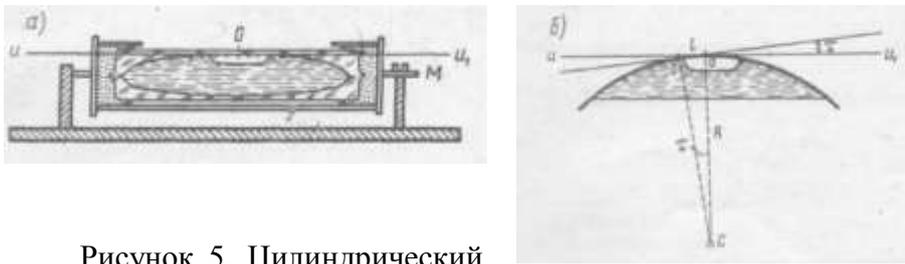

Рисунок 5. Цилиндрический уровень:
**Цилиндрический уровень** (рис. 5) состоит из стеклянной ампулы, верхняя внутренняя поверхность которой отшлифована по дуге окружности определённого радиуса. При изготовлении уровня её заполняют горячим эфиром или спиртом и запаивают. При охлаждении в ампуле образуется небольшое пространство, заполненное парами жидкости и называемое пузырьком уровня. Ампула помещается в металлическую оправу, снабжённую исправительными винтами для регулировки положения уровня (на рис. 5, *a* – винт *M*). На внешней поверхности ампулы нанесена шкала со штрихами через 2 мм. Точка в середине шкалы называется нуль-пунктом уровня. Касательная к внутренней поверхности ампулы в нуль-пункте называется осью уровня. Пузырёк уровня занимает в ампуле наивысшее положение, поэтому, когда его концы расположены симметрично относительно нуль-пункта, ось уровня горизонтальна.
Центральный угол  $\tau$  (рис. 5, *б*), соответствующий одному делению шкалы, называется ценой деления уровня. Цена деления уровня, выраженная в секундах, определяется по формуле